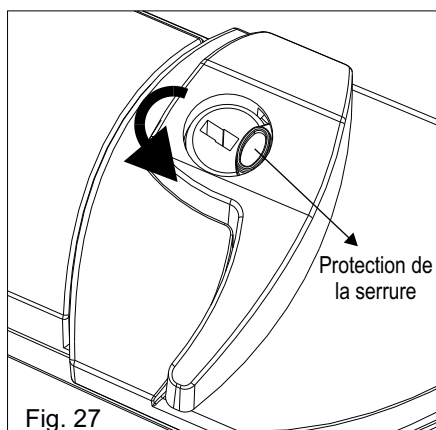

Fig. 27
- 1) Tourner la protection de la serrure (fig.27) en sens inverse des aiguilles d'une montre;